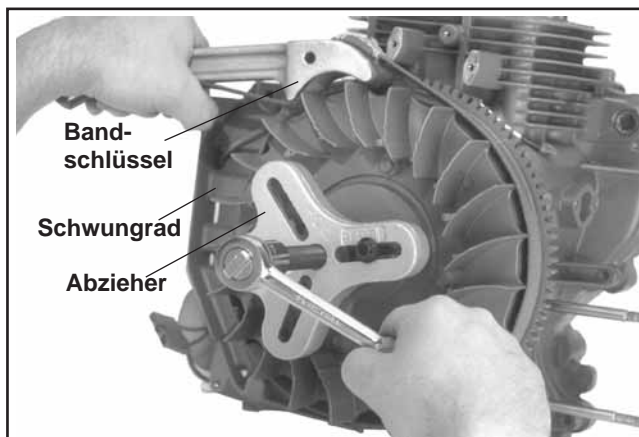

Abbildung 9-38. Schwungrad mit einem Abzieher entfernen.
3. Entfernen Sie das Schwungrad mit einem Abzieher von der Kurbelwelle. Siehe Abbildung 9-38.